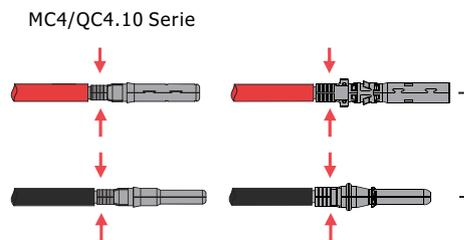

Abbildung 4.1-2 PV-Kabel zu PV-Steckern
Schritt 2. Verbinden Sie die PV-Kabel mit den PV-Steckern. Siehe Abbildung 4.1-2.